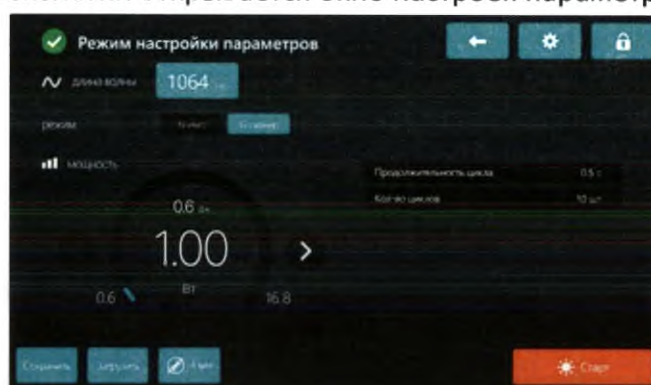

Рис.10.3 – Окно настроек параметров
10.2.1 После выбора режима G-сканер и при подключенном манипуляторе 1064 нм и манипулы для гинекологии открывается окно настроек параметров (Рис.10.3).